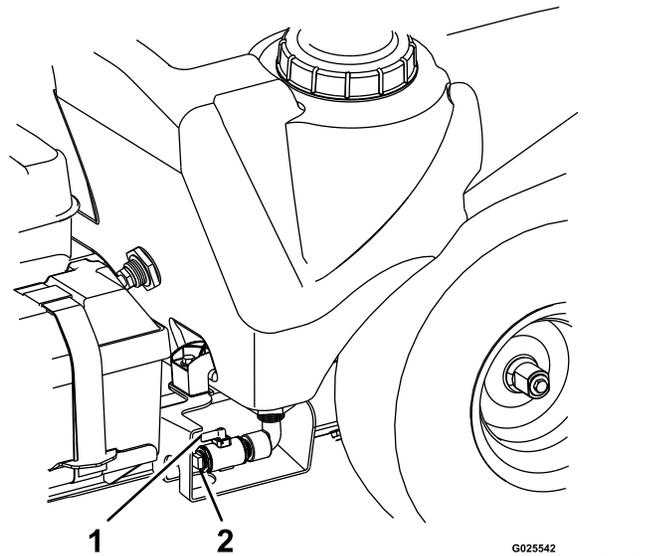

Figura 42
2. Retire el tapón de la válvula de vaciado del depósito de fumigación (Figura 42).
5. Gire la maneta de la válvula de vaciado 90° en sentido horario para vaciar el depósito (Figura 42).
- Cierre la válvula de vaciado del depósito, retire la manguera de vaciado y coloque el tapón de vaciado en la válvula (Figura 42).